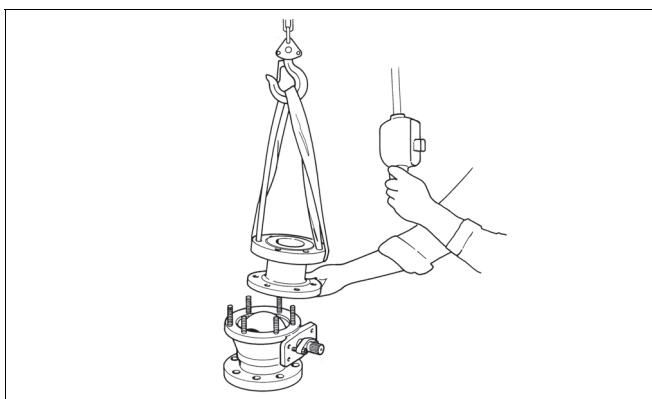

图 17 吊起阀体盖
- 将已拆下的阀体盖直立放置，使管路法兰朝下。请参见图 17。